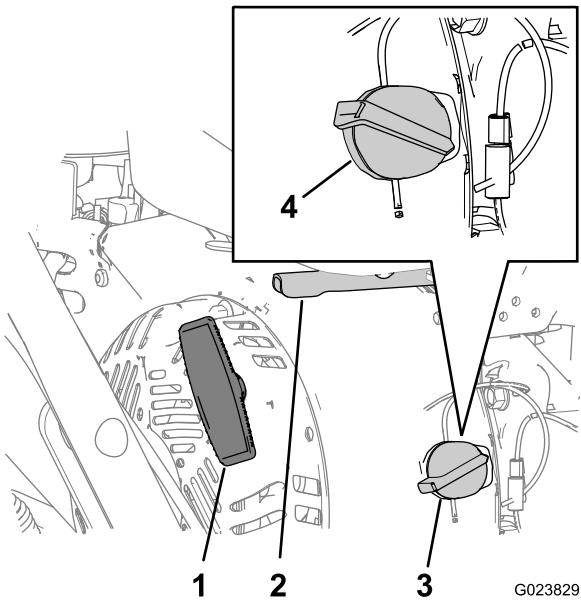

Figura 10
1. En el lado derecho del motor, gire el interruptor de encendido/apagado del motor en sentido horario a la posición de **ENCENDIDO** (Figura 10).
3. Mueva el acelerador a un punto intermedio entre las posiciones de LENTO y RÁPIDO, situadas en el lado trasero derecho del motor (Figura 10).
4. Tire lentamente del arrancador de retroceso del motor hasta que note resistencia, luego deje de tirar (Figura 10).
2. Mueva el acelerador a un punto intermedio entre las posiciones de LENTO y RÁPIDO (Figura 10).
3. Deje el motor en marcha durante un mínimo de 15 segundos, luego gire el interruptor de encendido/apagado del motor a la posición de APAGADO para parar el motor (Figura 10).